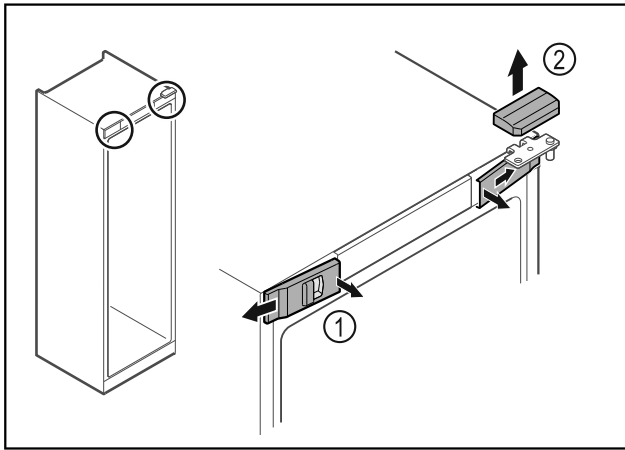

Fig. 18
- ▶ Vordere Abdeckungen Fig. 18 (1) innen ausrasten und zur Seite abnehmen.
- ▶ Obere Abdeckung Fig. 18 (2) nach oben abnehmen.